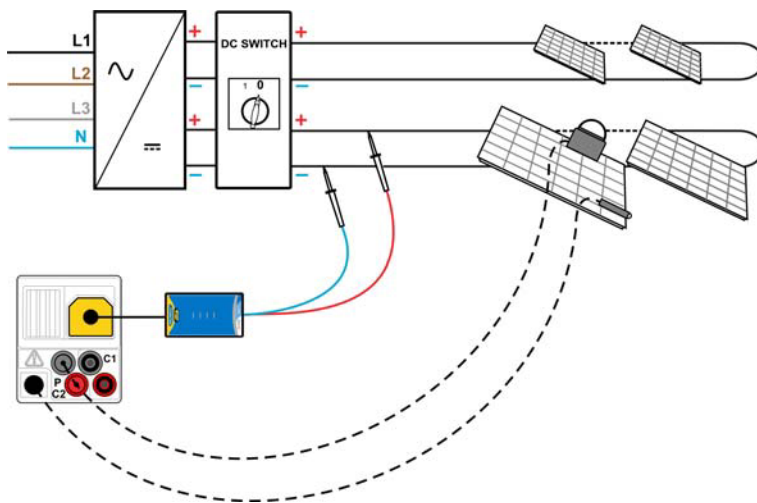

Abbildung 6.17: Uoc/Isc-Prüfung
- Schließen Sie** das Prüfstück an (siehe Abbildung 6.17).